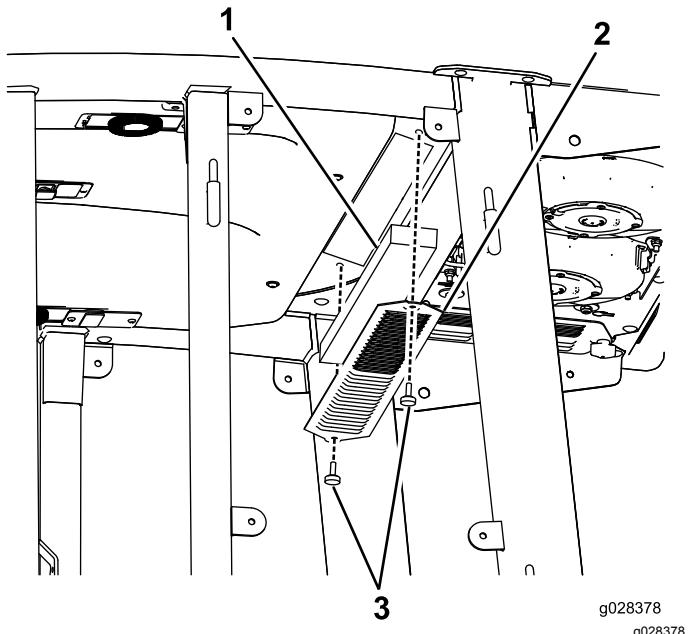
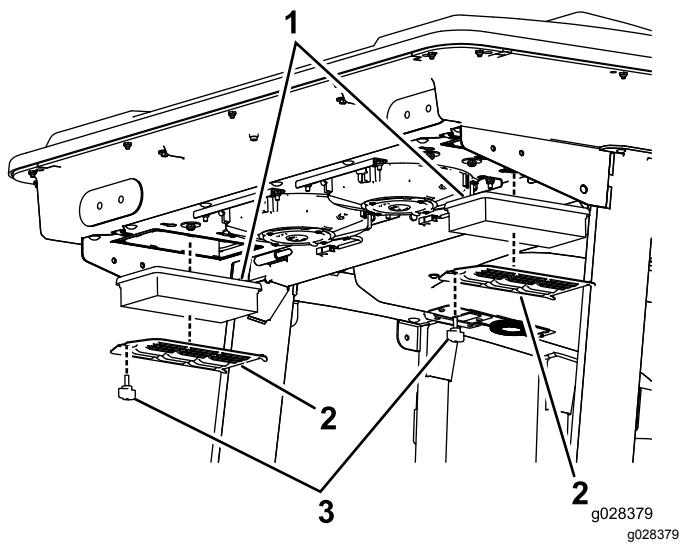

図 133
図 134
1. キャブ内とキャブ後部のエアフィルタについているつまみねじを外して、格子を取り外す図 134 と図 133。